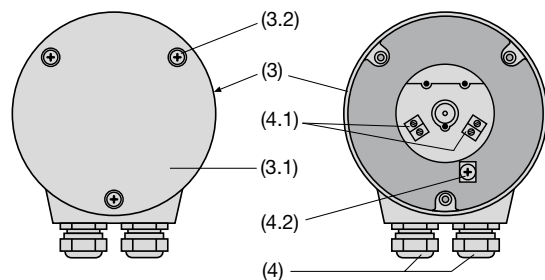

Bild 1. Rückenteil (3) mit Klemmen (4.1) sowie (4.2) und Stopfbuchsen (4).
Es befinden sich 4 Schraubklemmen (4.1) und 1 Erdungsklemme (4.2) – wie Bild 1 zeigt – im Rückenteil (3). Die Schraubklemmen eignen sich für max. 1,5 mm² Drahtquerschnitte und sind nach Abnehmen des Deckels (3.1) zugänglich.
An den **Schraubklemmen** und **Stopfbuchsen** die 3 Schrauben (3.2) herauserschrauben, und den Deckel (3.1) abnehmen (Bild 1, links).